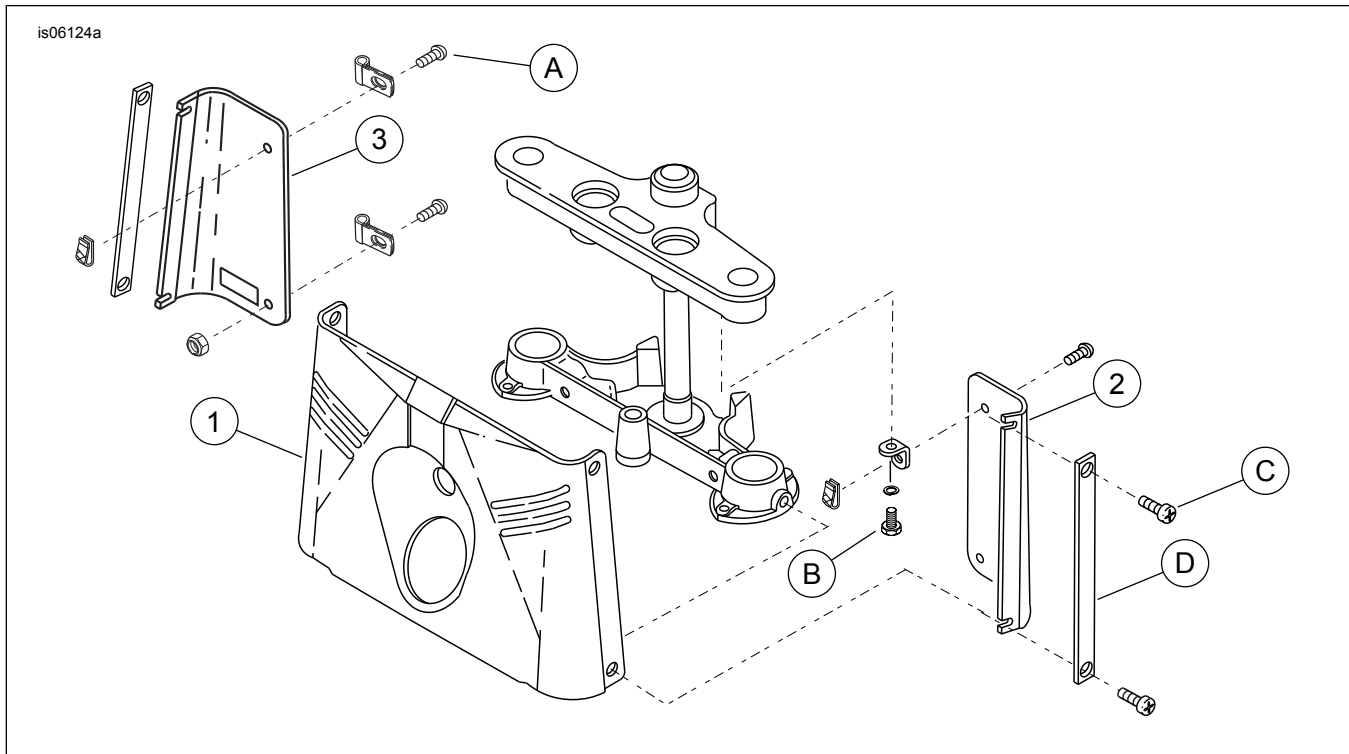

Abbildung 1. Ersatzteile: Glänzend schwarzer Abdeckungssatz für die untere Gabelbrücke
Siehe Abbildung 1 und Tabelle 1.
2. Siehe Abbildung 1 und Tabelle 1. Die neuen Verkleidungen aus dem Satz und die Zierleisten (D) anbauen.
3. Schraube (A), drei Stellen, auf ein Drehmoment von 2,26–3,39 N·m (20–30 **in-lbs**) anziehen. Schraube (B), zwei Stellen, auf ein Drehmoment von 16,3–23 N·m (12–17 ft-lbs) anziehen. Schraube (C), vier Stellen, auf ein Drehmoment von 10,8–16,3 N·m (8–12 ft-lbs) anziehen. Falls der Einbau bei einem Motorrad mit Lichtleiste oder Windschutzscheibe erfolgt sind die korrekten Drehmomentwerte dem entsprechenden Werkstatthandbuch oder Einbauanleitungsblatt zu entnehmen.